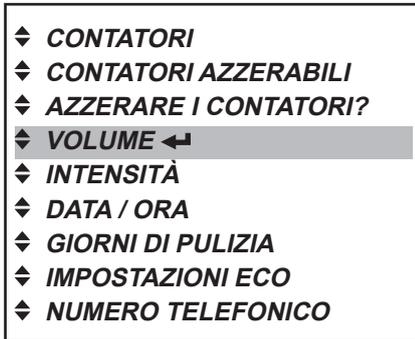

Fig. 35
1. Premere il tasto INVIO , per richiamare il menu «VOLUME» (fig. 35).